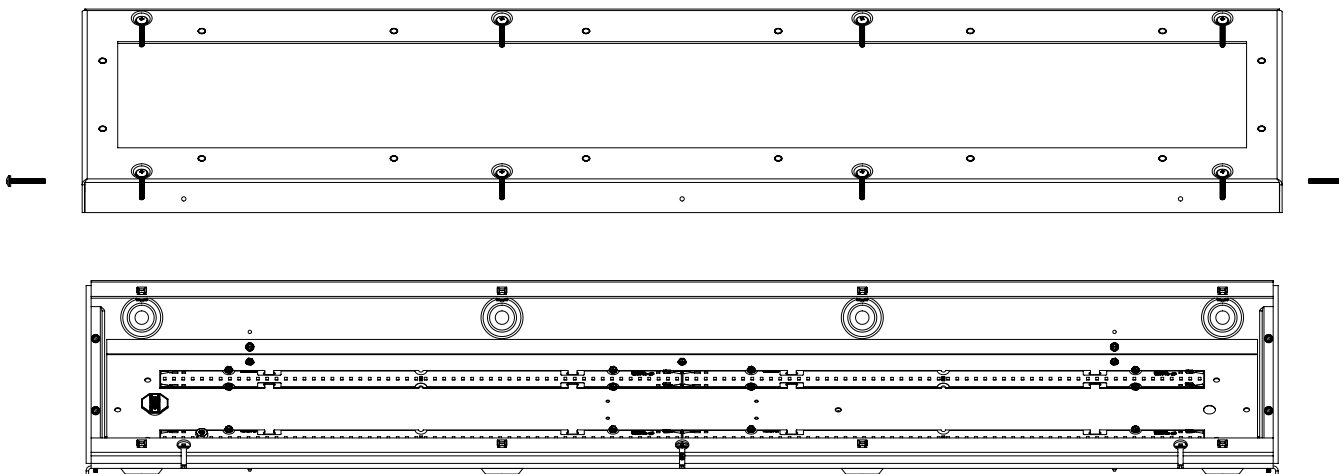

Figura 1.
Paso 2. Quite los tornillos de la puerta y retire la puerta. Guarde los tornillos, las arandelas y las juntas tóricas, ya que los necesitará para volver a instalar la puerta. (Figura 1)